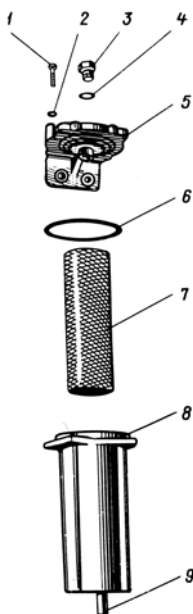

Рис. 25. Фильтр грубой очистки топлива:
1. Отвернуть на 3-4 оборота пробку 3 на крышке фильтра (рис. 25), отвернуть сливную пробку 9 и слить топливо из колпака фильтра.